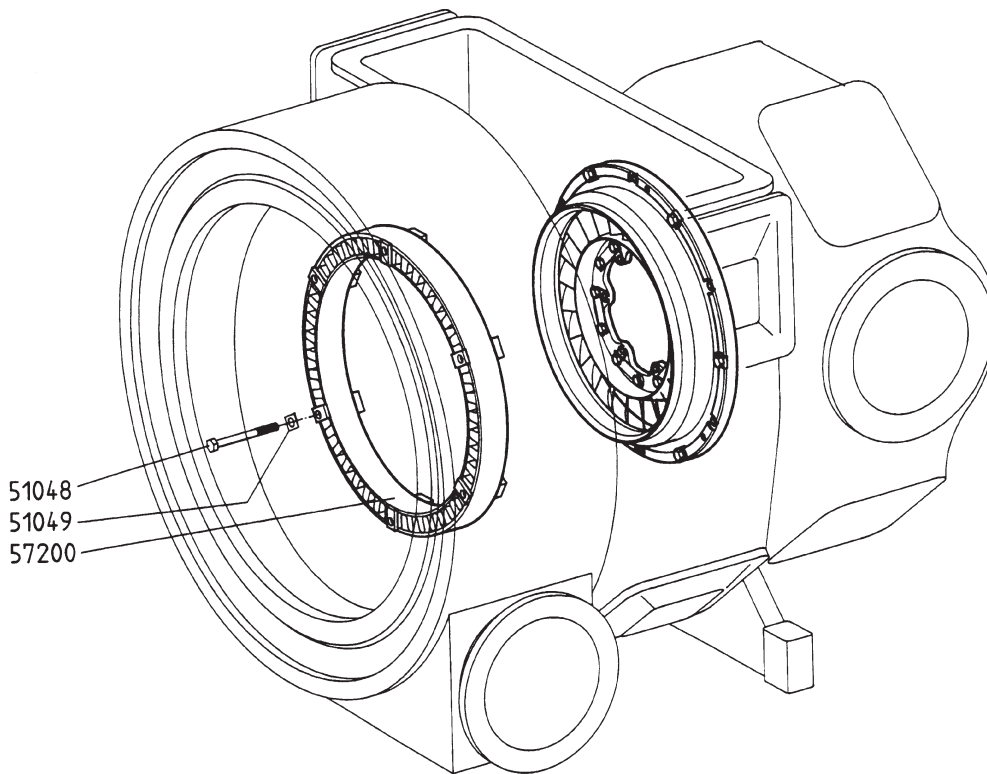

Fig. 5-16
- Befestigungsschrauben (51048) am Berstschutz (57200) entsichern und entfernen (s. Fig. 5-16)
- Release the fixing screws (51048) from the burst protection (57200) and remove them. (see fig.5-16)